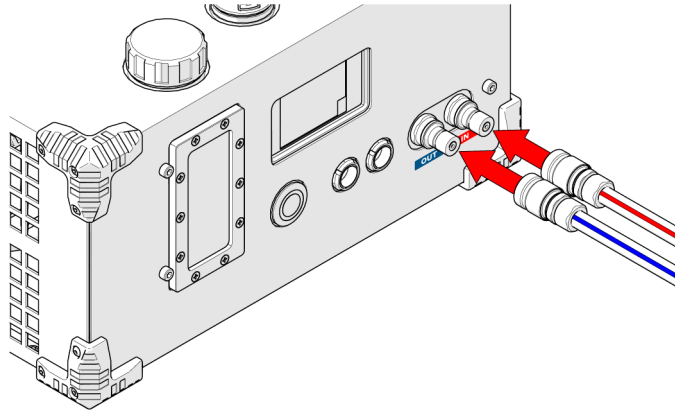

Figure 2-60 Connexion des tuyaux sur le refroidisseur
- Le tuyau rouge se connecte au port IN (entrée) (voir la Figure 2-60 à la page 89).
- Le tuyau bleu se connecte au port OUT (sortie) (voir la Figure 2-60 à la page 89).